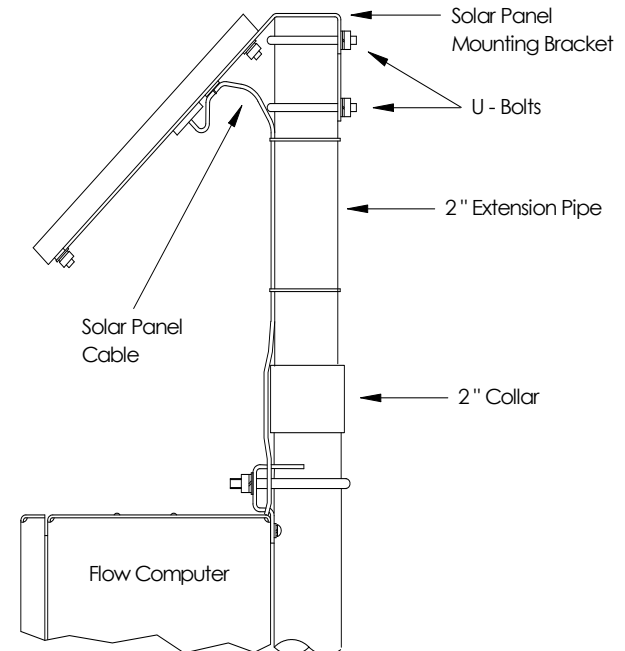

Figura 6 (Montaje del panel solar)
1. Fije el collarín del tubo de 5.1 cm (2 pulg.) al extremo superior del tubo de montaje de XFC^{G4} o XRC^{G4}. Ajústelo firmemente. (Consulte la Figura 6).